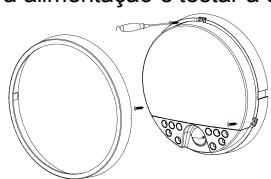

Figura1
- Desmontar o difusor do plafond. (ver figura1)